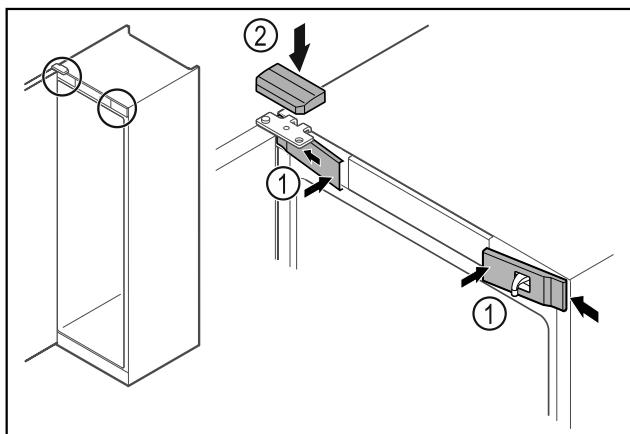

Fig. 47
- Закачете предните капаци Fig. 47 (1) отстрани и фиксрайте.
- Фиксирайте горния капак Fig. 47 (2) отгоре.